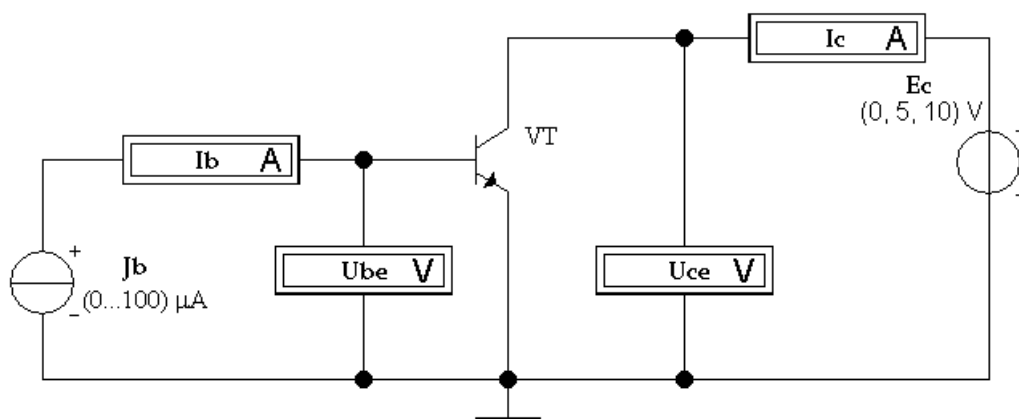

Рис.1. Схема для построения входных и выходных характеристик транзистора
1.1. Составить схему для снятия статических характеристик транзистора с общим эмиттером (ОЭ) (рис.1).